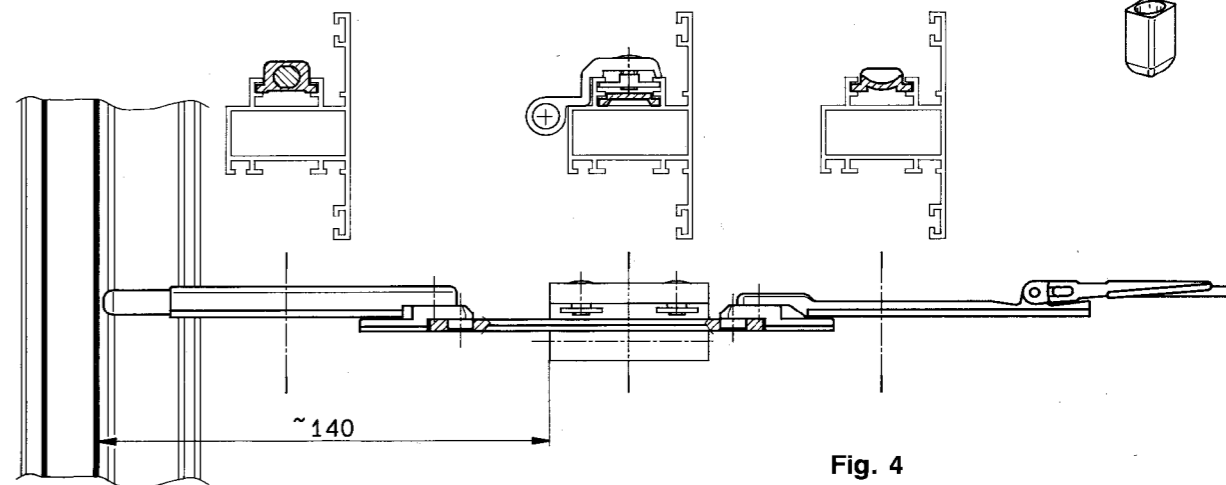

Fig. 4
1) Preparare l'astina di collegamento della serie della lunghezza voluta, in sostituzione del piastrino di collegamento (2), tenendo conto che la cerniera per terza anta non potrà essere montata ad una distanza minore di circa 140 mm. dal traverso superiore o inferiore del telaio fisso della finestra (fig. 4).
2) Inserire il gruppo corsoio (1) nella pista superiore del profilo ed innestare il primo blocchetto di collegamento (5), passando così nella pista inferiore del profilo. Inserire in seguito l'astina di collegamento preparata precedentemente per passare sotto la cerniera terza anta, il secondo blocchetto di collegamento (5) per ritornare alla pista superiore del profilo ed infine il gruppo puntale (3) con boccolla già montata (fig. 4).
1) Préparer la tige d'assemblage de la série de la longueur voulue à la place de la plaque d'assemblage (2), en tenant compte du fait que la charnière pour le troisième vantail ne pourra être montée à moins de 140 mm., environ, de la traverse supérieure ou inférieure du châssis fixe de la fenêtre (fig. 4).
2) Insérer la coulisse (1) dans la piste supérieure du profil de même que le premier bloc d'assemblage (5) en passant ainsi sur la piste inférieure du profil. Insérer ensuite la tige d'assemblage après l'avoir préparée pour passer sous la charnière du troisième vantail, le deuxième bloc d'assemblage (5) pour revenir à la piste supérieure du profil et, enfin, le groupe de l'embout (3) après avoir monté la butée (fig. 4).
1) Prepare the standard connecting rod of the required length to replace the connecting plate (2), bearing in mind that the hinge for the third wing cannot be fitted at a distance less than about 140 mm. from the upper or lower cross piece of the fixed window frame (fig. 4).
2) Fit the slideway unit (1) into the upper slideway of the profile and slot in the first connecting block (5), thus passing into the lower slideway of the profile. Then fit the connecting rod, prepared beforehand to pass beneath the hinge of the third wing, the second connecting block (5) to go back to the upper slideway of the profile, and finally the shoe unit (3) with the bush already fitted (fig. 4).
1) Preparar la pletina de conexión de la serie con la longitud deseada, en sustitución de la placa de conexión (2), teniendo en cuenta que la bisagra para la tercera hoja no podrá ser montada a una distancia inferior a 140 mm. del travesaño superior o inferior del bastidor fijo de la ventana (fig. 4).
2) Introducir el grupo cursor (1) en la pista superior del perfil y ensamblar el primer bloque de conexión (5), pasando así a la pista inferior del perfil. A continuación, introducir la pletina de conexión, después de haberla preparado para pasar por debajo de la bisagra de la tercera hoja, el segundo bloque de conexión (5) para volver a la pista superior del perfil y, finalmente, el grupo puntal (3) con el casquillo ya montado (fig. 4).